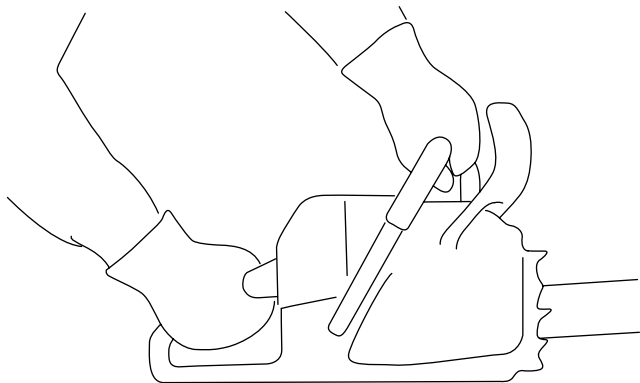

Figure 11
1. Tenez fermement la tronçonneuse à deux mains, la main gauche sur la poignée avant et la main droite sur la poignée arrière, comme montré à la **Figure 11**.
1. Tenez fermement la tronçonneuse comme montré à la **Figure 11**.
- 3. Tenez fermement la tronçonneuse comme montré à la (Figure 11).
1. Tenez fermement la tronçonneuse comme montré à la Figure 11.